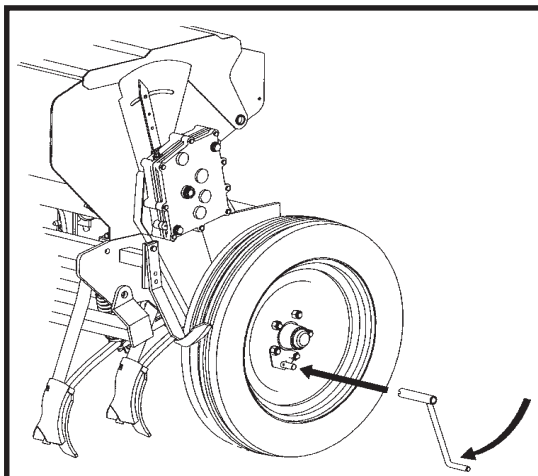

fig. 4
- 7) Avec la MANIVÈLE DE TOUR DE LA ROUE (fig. 4) on donne quelques tours à la ROUE MOTRICE (droite, en regardant la machine par arrière) dans le sens de la marche jusqu'à par tous les distributeurs sortent les semences.